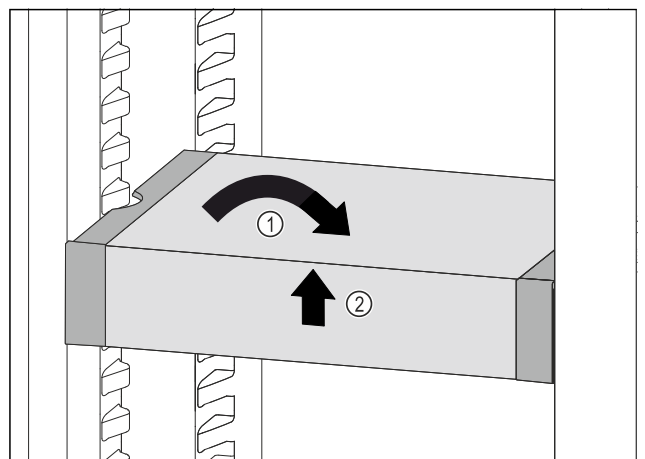

Fig. 179
- Remettre le VarioSafe droit. Fig. 179 (1)
- Soulever la partie avant du VarioSafe. Fig. 179 (2)